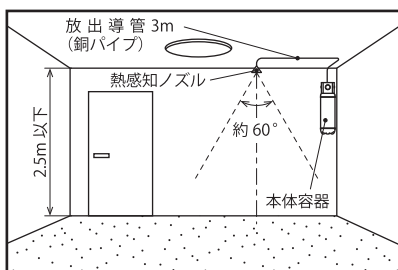
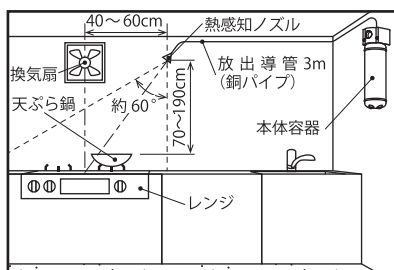
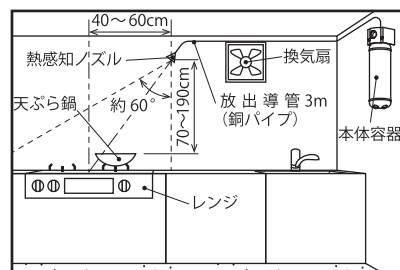

図1
図2
図3
#### ① 一般居室に設置する場合（図1）
#### ② 台所に設置する場合：換気扇がレンジ中心の真上にある場合（図2）
#### ③ 台所に設置する場合：換気扇がレンジから離れている場合（図3）
本体容器は、熱感知ノズルの位置から3m以内の丈夫な壁、または柱に設置してください。（図1・図2・図3）